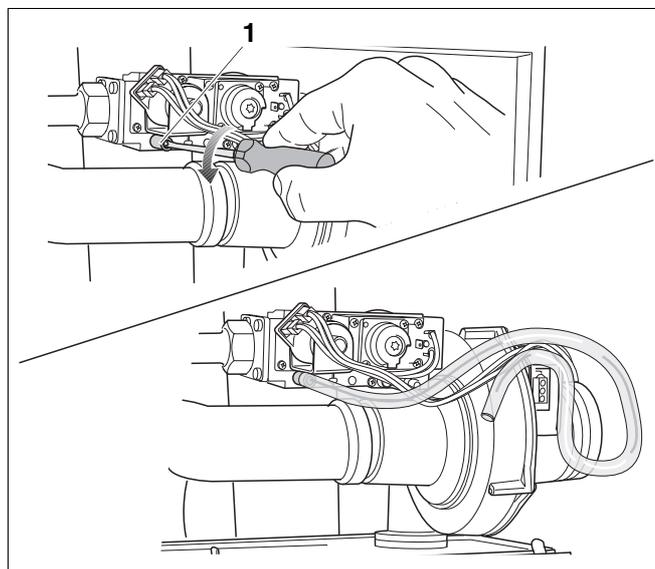

Fig. 75 Sfiato dell'adduzione del gas
- Allentare la vite di chiusura sul nippel di prova per la pressione del collegamento del gas e per lo sfiato (fig. 75, **pos. 1**) di 2 giri e applicare il tubo.